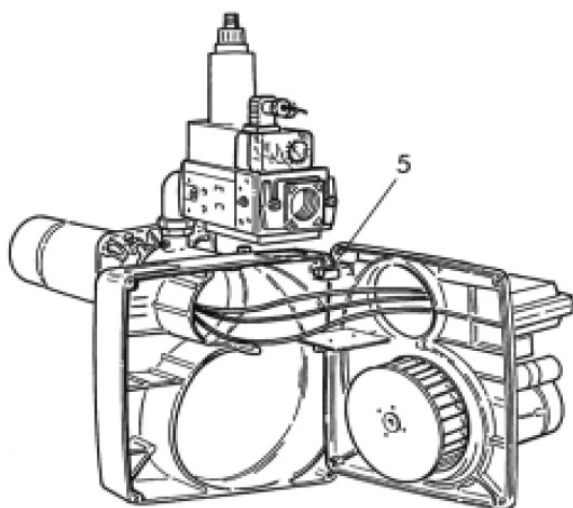

рис. 5
- Расположите плату компонентов в рабочем положении 5 (рис. 5, 5A).